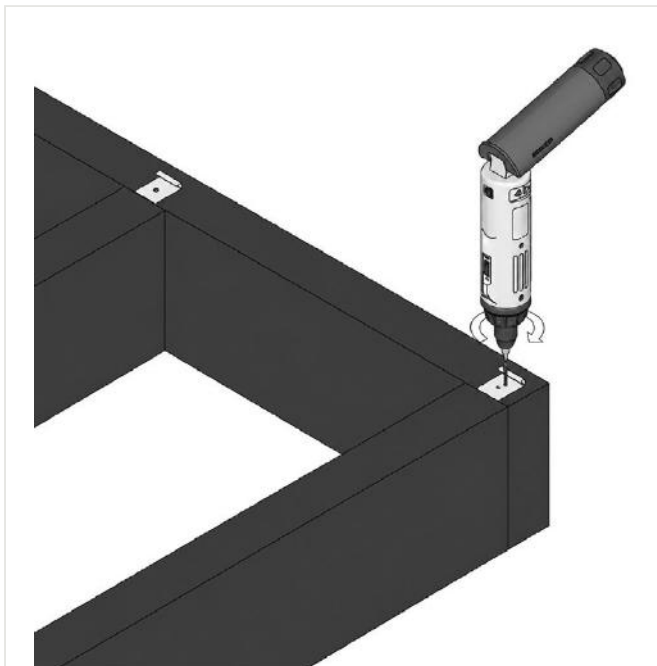

FIG. 17 — RANDDIELE — STARTCLIPS AM ÄUSSEREN BALKEN
- 02 Befestigen Sie Startclips am äußeren Balken (fig. 17) in Abständen von 300 mm.